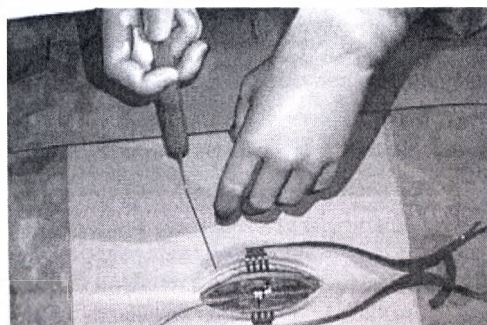

Рисунок 9. Введение анестетика вдоль маршрута туннелизации
14. Введите соответствующий местный анестетик вдоль маршрута туннелизации (рисунок 9).